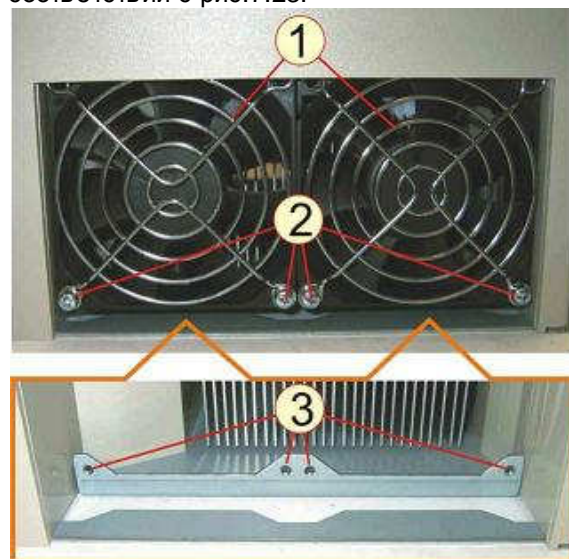

Рис.7.22
7.12.2. Установить вентиляторы в нишу корпуса ПЧ. Взять две решетки 1, вкрутить четыре винта 2 в резьбовые отверстия 3 опорной панели (рис.7.22).